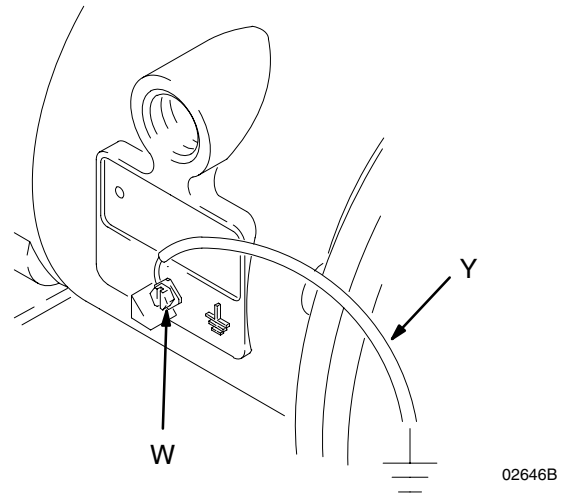

Fig. 1
Bij het pompen van geleidende brandbare materialen moet het vloeistofsysteem **altijd** geaard zijn, door ervoor te zorgen dat het een doorlopende elektrische verbinding heeft met een goed aardingspunt. Zie Fig.1.
- *Luchtmotor:* Verbind een aarddraad en aardklem zoals te zien Fig. 1. Draai de borgmoer (W) los. Steek een uiteinde van een aarddraad (Y) van minimaal 1,5 mm2 achter de borgmoer en draai de moer goed vast. Sluit het klemuiteinde van de aarddraad aan op een echt aardingspunt. U kunt een aarddraad en aardklem bestellen met bestelnummer 819.4486.